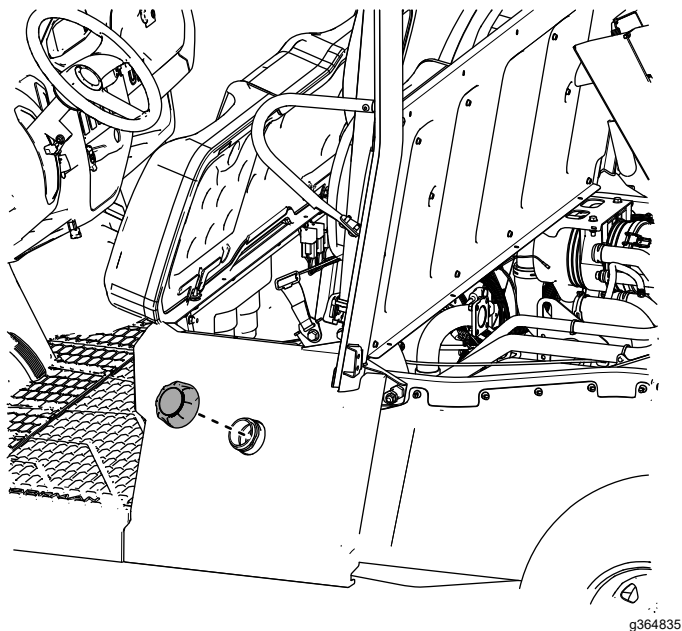

Figure 29
24. Remettez le bouchon du réservoir de carburant sur panneau de base gauche du siège (Figure 29).